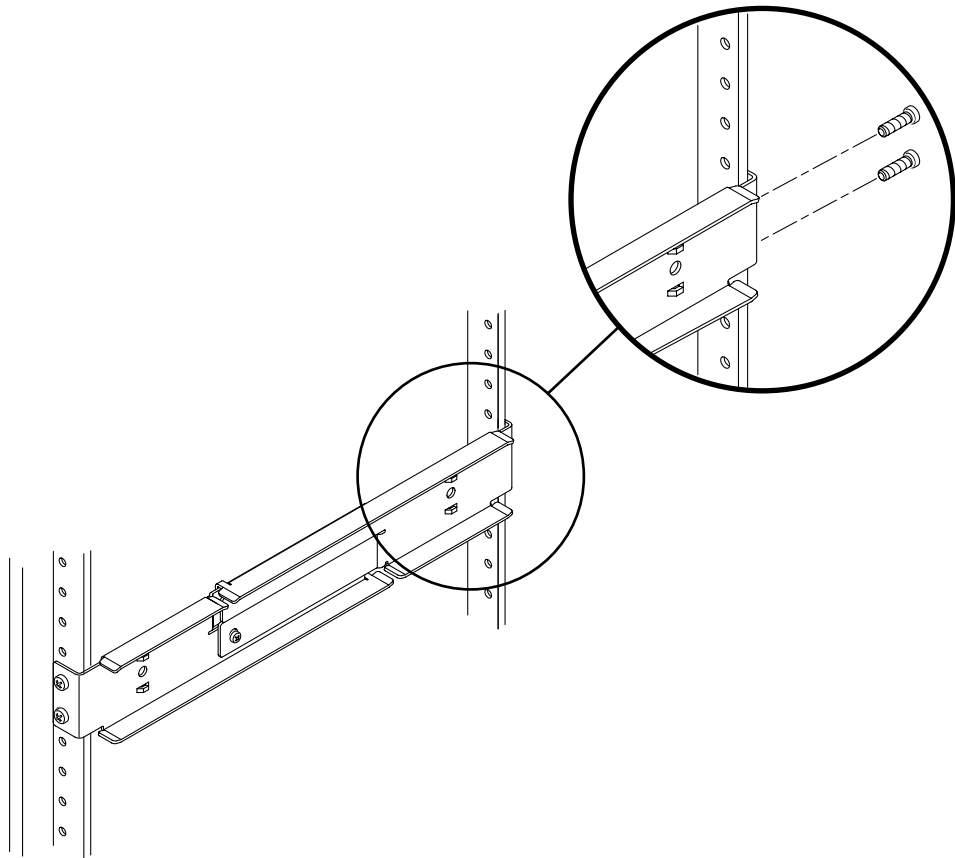

ABBILDUNG 3-17 Befestigen der Rückseite der verstellbaren Schienen am Rack
4. Befestigen Sie die Rückseite der verstellbaren Schienen mit zwei Schrauben an der Rückseite des Racks (ABBILDUNG 3-17).